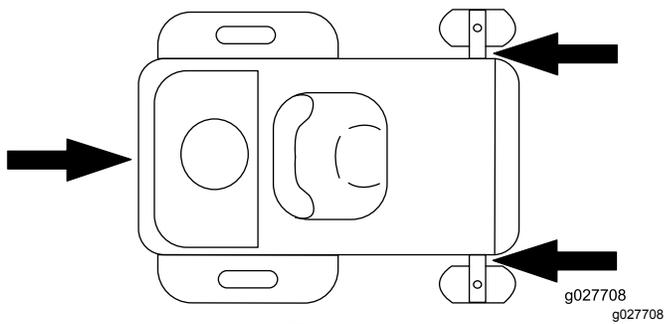

図 21
5. 前キャストタイヤおよび後部バンパーを利用して機体をロープで固定する 図 21。